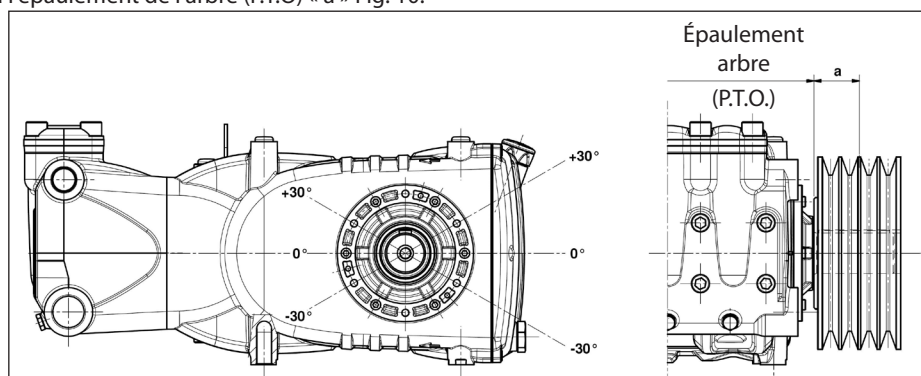

Fig. 10
La charge radiale sur l'arbre ne doit pas être supérieure à 7500 N (valeur nécessaire pour la définition du plan). La transmission est considérée appropriée si une telle charge est appliquée à une distance maximum de **a=40 mm** de l'épaule de l'arbre (P.T.O) comme l'indique la Fig. 10.
- b) Utiliser des courroies à haut rendement - par exemple **XPB** au lieu de **SPB** - car il sera nécessaire d'avoir une quantité inférieure de courroies égales à la puissance transmise et par conséquent une distance inférieure de la résultante par rapport à l'épaule de l'arbre (P.T.O.) « a » Fig. 10.